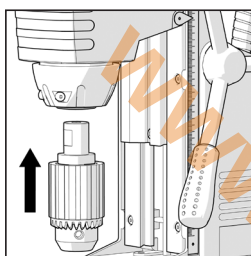

Fig. 11
- Alignez les deux méplats sur l'adaptateur pour mandrin avec une des vis dans la broche. **(Fig. 11)**
(6) ENTRETIEN